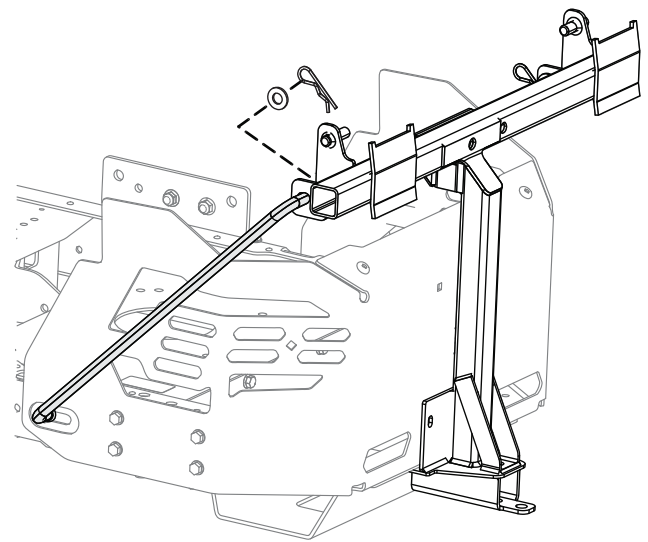

Figura 5
7. Instale el extremo doblado y abocinado de una varilla en la ranura en forme de bocallave del lado izquierdo del bastidor de la máquina, y mueva la varilla hacia atrás para encajarla en el bastidor (Figura 5).